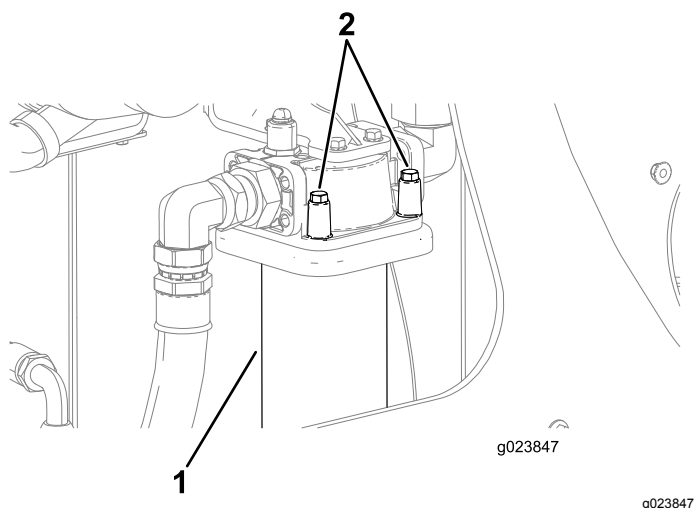

Рисунок 123
3. Поместите сливной поддон или уложите ветошь под фильтр линии нагнетания (Рисунок 123).
4. Держа одну руку под фильтром линии возврата гидросистемы, отверните 4 болта, как показано на Рисунок 123.
7. Совместите новый фильтр линии возврата гидросистемы с местом его посадки и затяните 4 болта (Рисунок 123).